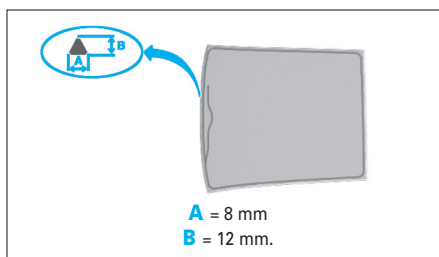

Fig. 13
- Appliquer un cordon de colle sur le pourtour de la vitre (Fig.13).